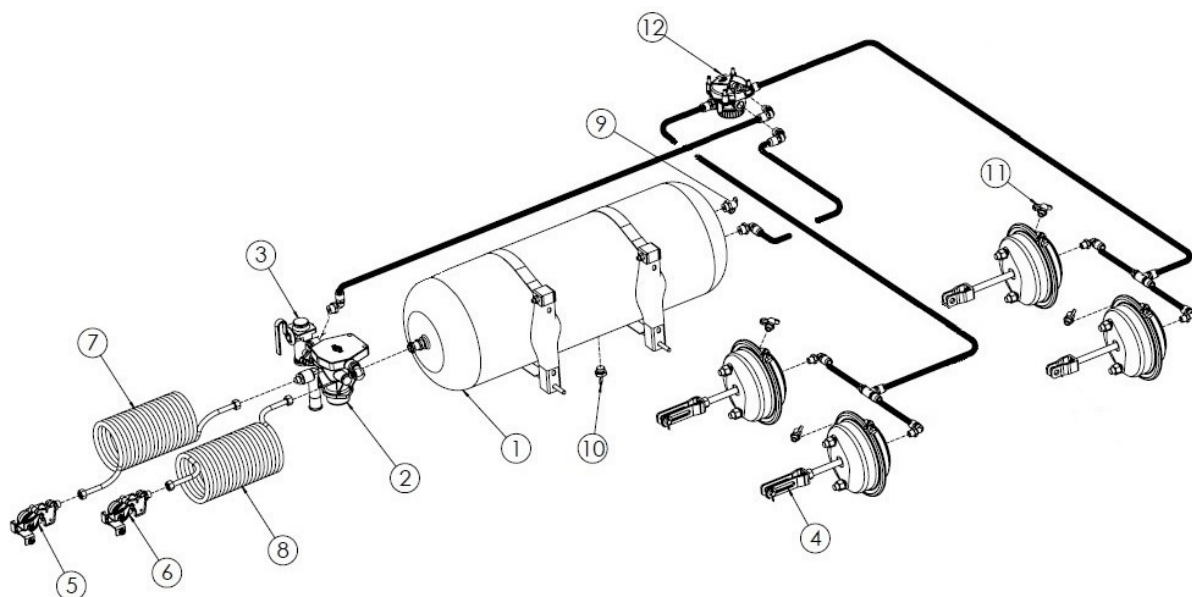

Рисунок 9-й 2-проводная пневматическая тормозная система
- двухпроводная пневматическая система (рисунок 9),
Стандартное оснащение навозоразбрасывателя включает двухпроводную пневматическую систему с ручным регулятором силы торможения (рисунок 9).